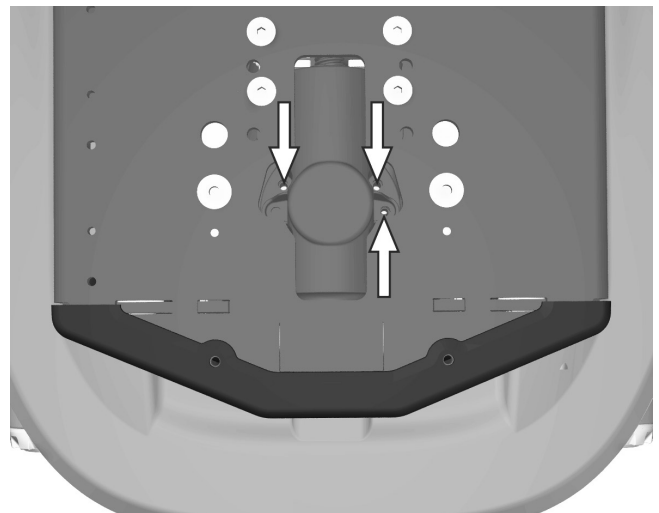

Abbildung 66. Der Sitzkanelungsmotor ist mit drei Schrauben befestigt.
7. Notieren Sie die jetzige Lage im Hinblick auf die spätere Montage. Die Schienen zur Einstellung der Sitztiefe sind mit dem Einstellwert für jede mögliche Position gekennzeichnet. Die Skala ist auf der einen Seite mit einem "Millimetermaßstab" und auf der anderen Seite mit einem "Zollmaßstab" versehen. Sitz nach vorne ziehen, um an die drei Schrauben zu gelangen, die den Motor vom Kanelungsmechanismus halten. Siehe Abbildung. 66.
8. Sitzkanelungsmotor abmontieren. Er ist mit drei Schrauben befestigt. Siehe Abbildung. 66.